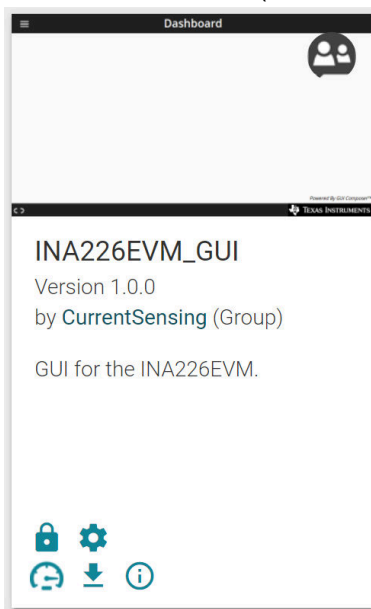

图 4-4. GUI Composer 程序
3. 打开 *GUI Composer* 应用程序，以从网络浏览器启动 GUI（请参阅图 4-4）。
4. 要下载 GUI 以供离线使用，请点击 GUI Composer 应用程序中的  图标，然后按照提示操作（请参阅图 4-4）。